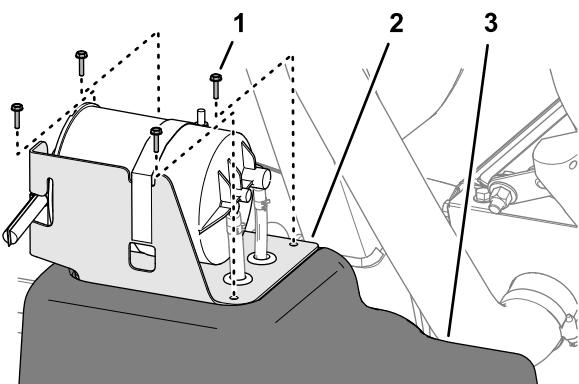

図 83
- 燃料タンク部分で、カーボンキャニスタ用ブラケットを燃料タンク上部に固定しているねじ#10 x $\frac{3}{4}$ "4本を外す図 83。